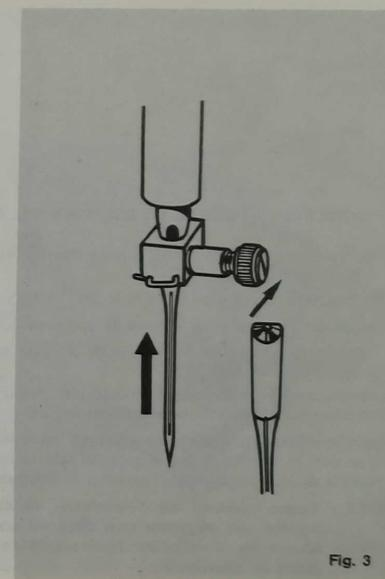

Fig. 3
3.° COLOCACION DE LA AGUJA (fig. 3)